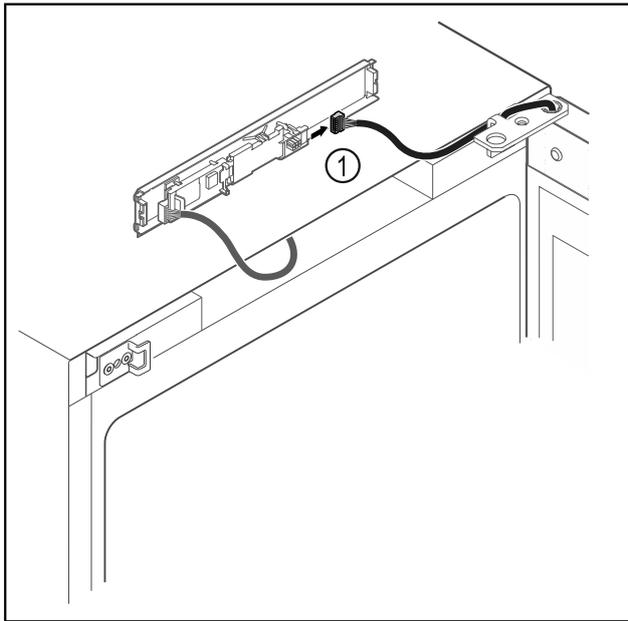

Fig. 16
- ▶ Отсоедините штекер Fig. 16 (1) от панели.